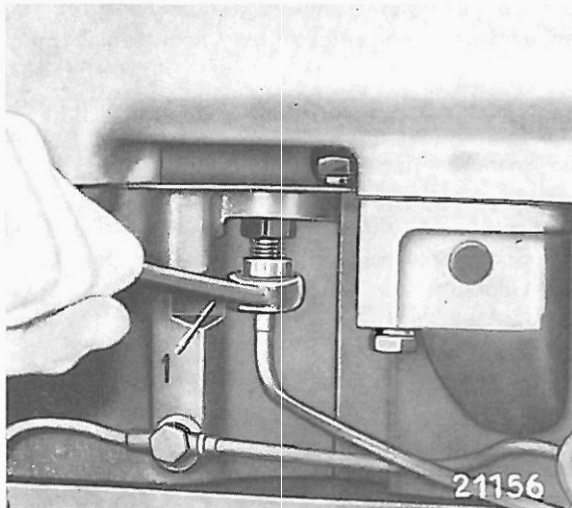

Bild 01-12/1
2. Überwurfmutter der äußeren Einspritzleitung mit Swkzg. 000 589 07 03 00 am Zylinderkopfdurchgang lösen (siehe Bild 01-12/1).